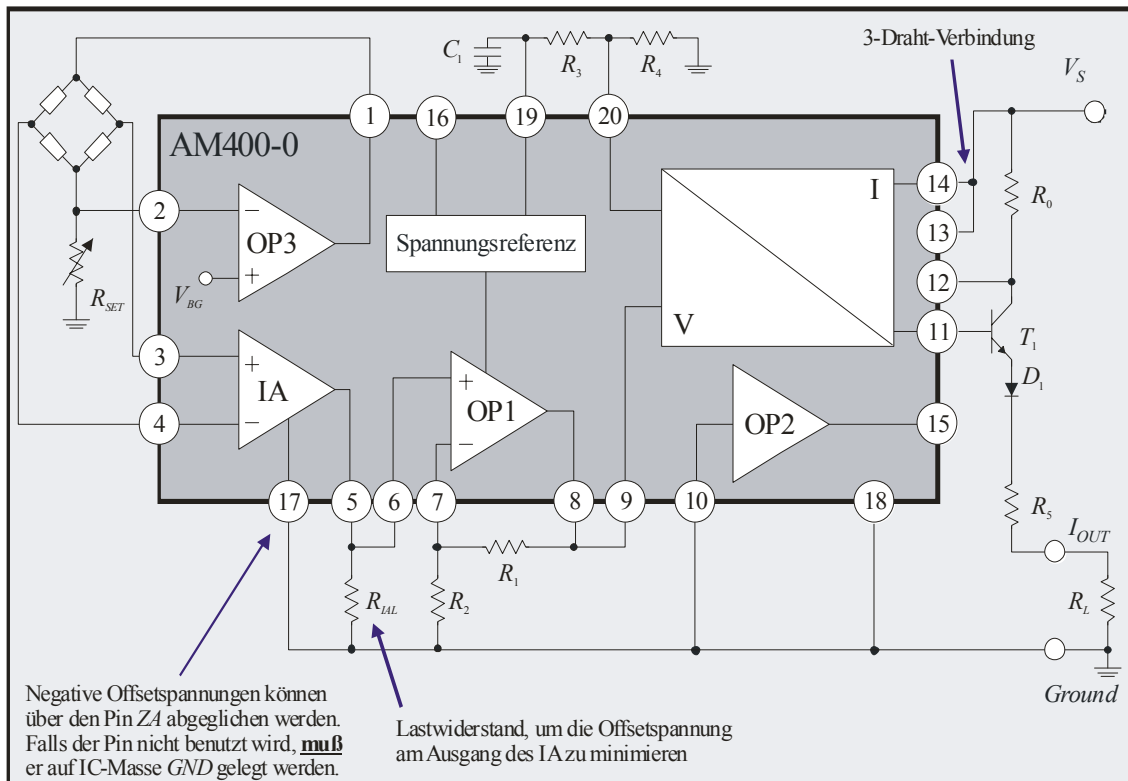
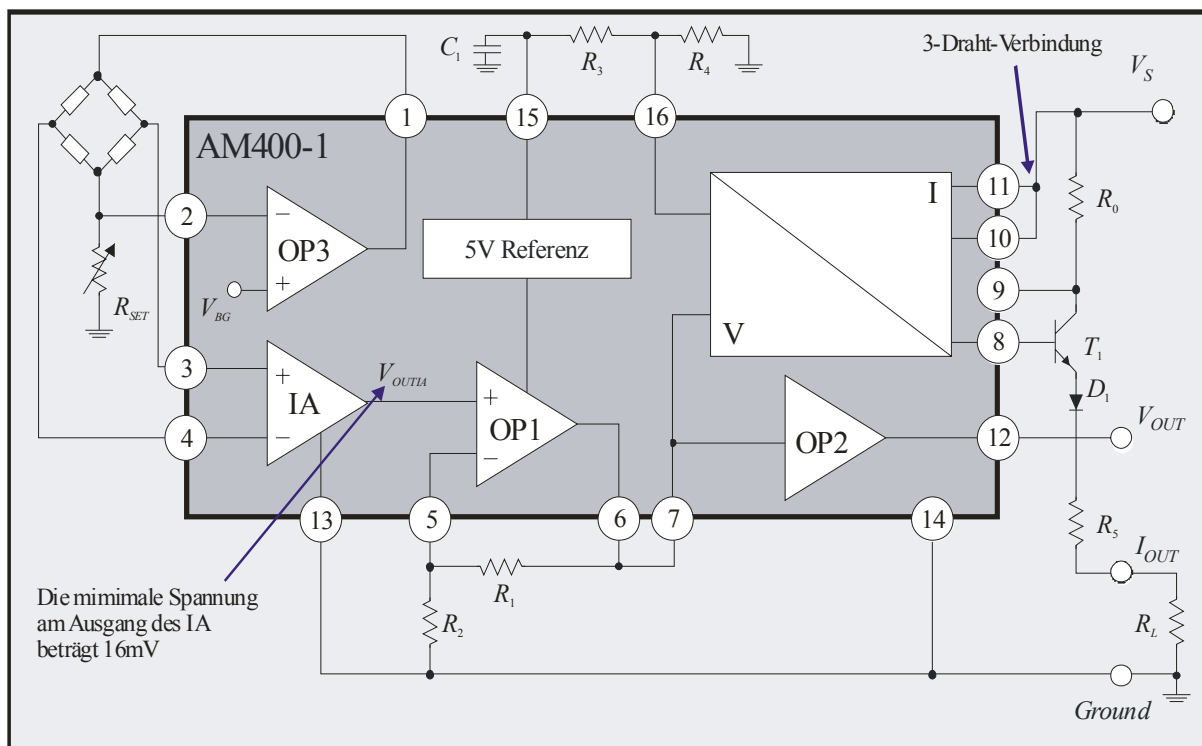
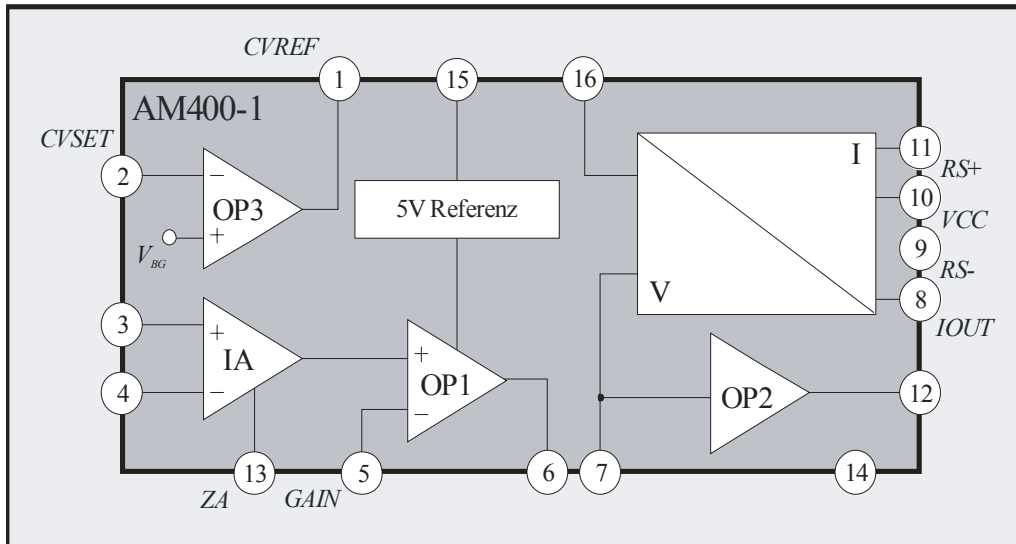

Abbildung 5: Typische 3-Draht-Anwendung für differentielle Eingangssignale
Abbildung 8: Typische Anwendung für die 16-polige Version (3-Draht)
Abbildung 11: Blockschaltbild für die 16-polige Version des AM400
4. Der Spannungs-/Stromwandler (V/I-Wandler) liefert ein spannungsgesteuertes Stromsignal am IC-Ausgang I_{OUT} , das einen externen Transistor T_1 ansteuert. Der externe Transistor, der die Verlustleistung des ICs verringert, liefert den Ausgangsstrom I_{OUT} . Er ist durch eine zusätzliche Diode D_1 gegen Verpolung geschützt. Über den Pin SET kann ein Offsetstrom I_{SET} am Ausgang I_{OUT} eingestellt werden (z.B. mit Hilfe der internen Spannungsreferenz und einem externen Spannungsteiler wie in Abbildung 5). Der externe Widerstand R_0 ermöglicht bei gleichzeitigem Betrieb von Strom und Spannungsausgang eine Feinjustage des Ausgangsstromes. Für den durch T_1 verstärkten Ausgangsstrom I_{OUT} gilt die Beziehung
Im 3-Draht-Betrieb (vgl. z.B. Abbildung 5) wird der Masseanschluß des ICs (Pin *GND*) mit der von außen zugeführten Systemmasse *Ground* verbunden. Die System-Versorgungsspannung V_S wird an Pin *VCC* angeschlossen und Pin *VCC* mit Pin *RS+* verbunden.
Bei Nutzung des IA zusammen mit der Verstärkerstufe OP1 und dem V/I-Wandler zur weiteren Signalverarbeitung sollte zunächst ein Offset-Abgleich des Ausgangsstroms durchgeführt werden. Dazu müssen die beiden Eingänge des IA kurzgeschlossen werden ($V_{IN} = 0$) und gemeinsam auf ein erlaubtes Potential (vgl. CMIR in den *Elektrischen Spezifikationen* auf Seite 4) gelegt werden. Mit dem Kurzschluß am Eingang ergibt sich für den Ausgangsstrom nach Gleichung 4 und einem externen Spannungsteiler (z.B. Abbildung 5):
Abbildung 5 zeigt eine 3-Draht-Anwendung, bei der das differentielle Ausgangssignal einer stromgespeisten Meßbrücke verstärkt und gewandelt wird. Die Stromspeisung der Meßbrücke erfolgt mit dem Operationsverstärker *OP3*. Der Versorgungsstrom I_S der Brücke kann über den Widerstand R_{SET} eingestellt werden:
In Abbildung 8 ist eine 3-Draht-Anwendung mit der 16-poligen Version des AM400 (Abbildung 11) dargestellt. Die Dimensionierung der Anwendung unterscheidet sich nicht von den Berechnungen für die 3-Draht-Anwendung aus Abbildung 5. Aus diesem Grund wird auf eine ausführliche Darstellung verzichtet. Ein Unterschied ist, daß die minimale Spannung am Ausgang des IA nicht durch das Anschließen eines externen Lastwiderstands R_{LIA} verringert werden kann. Gerade bei kleinen differentiellen Eingangssignalen und einer damit verbundenen großen Verstärkung G_{OP} sind „richtige“ 0V am Ausgang V_{OUT} des ICs nicht zu erreichen (siehe auch Anmerkungen zu V_{OUTIA} in den *Elektrischen Spezifikationen*). Aus diesem Grunde ist für kleine Signale die 20 polige Version vorzuziehen.